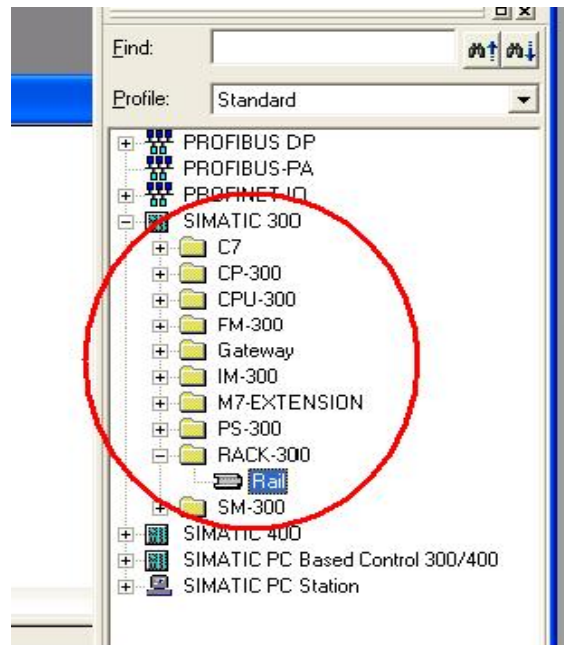

Figura 1.5: Adicionando um novo trilho
- Vá agora até a coluna mais a direita da janela e selecione a peça *rail*, em seguida arraste-a até a coluna central da janela (ver figura 1.5). (Caso o catálogo de hardware não esteja visível, clique na barra de ferramentas em *View >> Catalog*.)